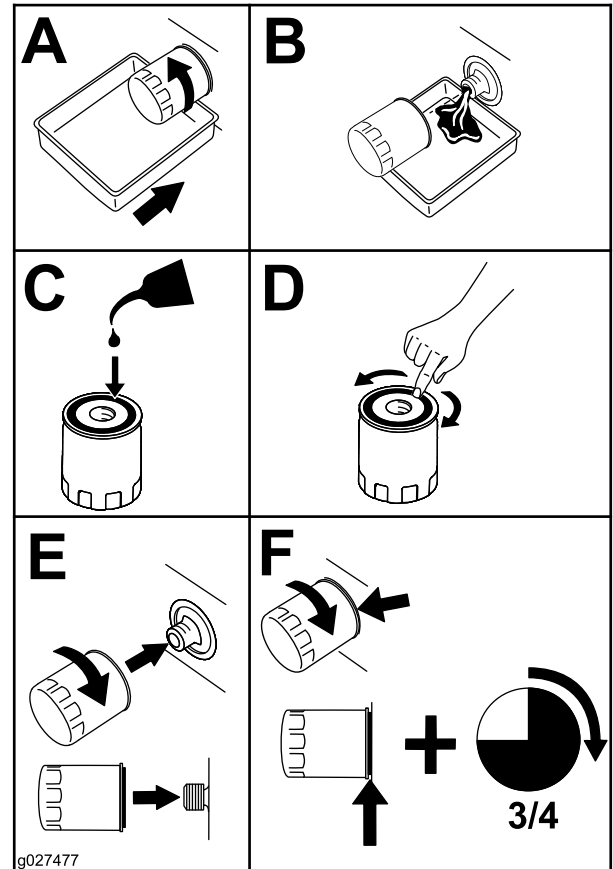

Bild 57
2. Wechseln Sie den Motorölfilter aus (Bild 57).